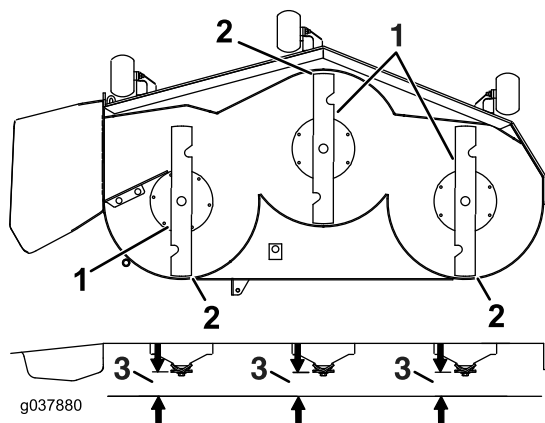

Figura 107
7. Compruebe el nivel longitudinal de la cuchilla (Figura 107). Asegúrese de que la punta de la cuchilla delantera está más abajo que la punta de la cuchilla trasera, como se muestra en *Altura de bloque y soporte*. Si se requieren ajustes, siga con este procedimiento.